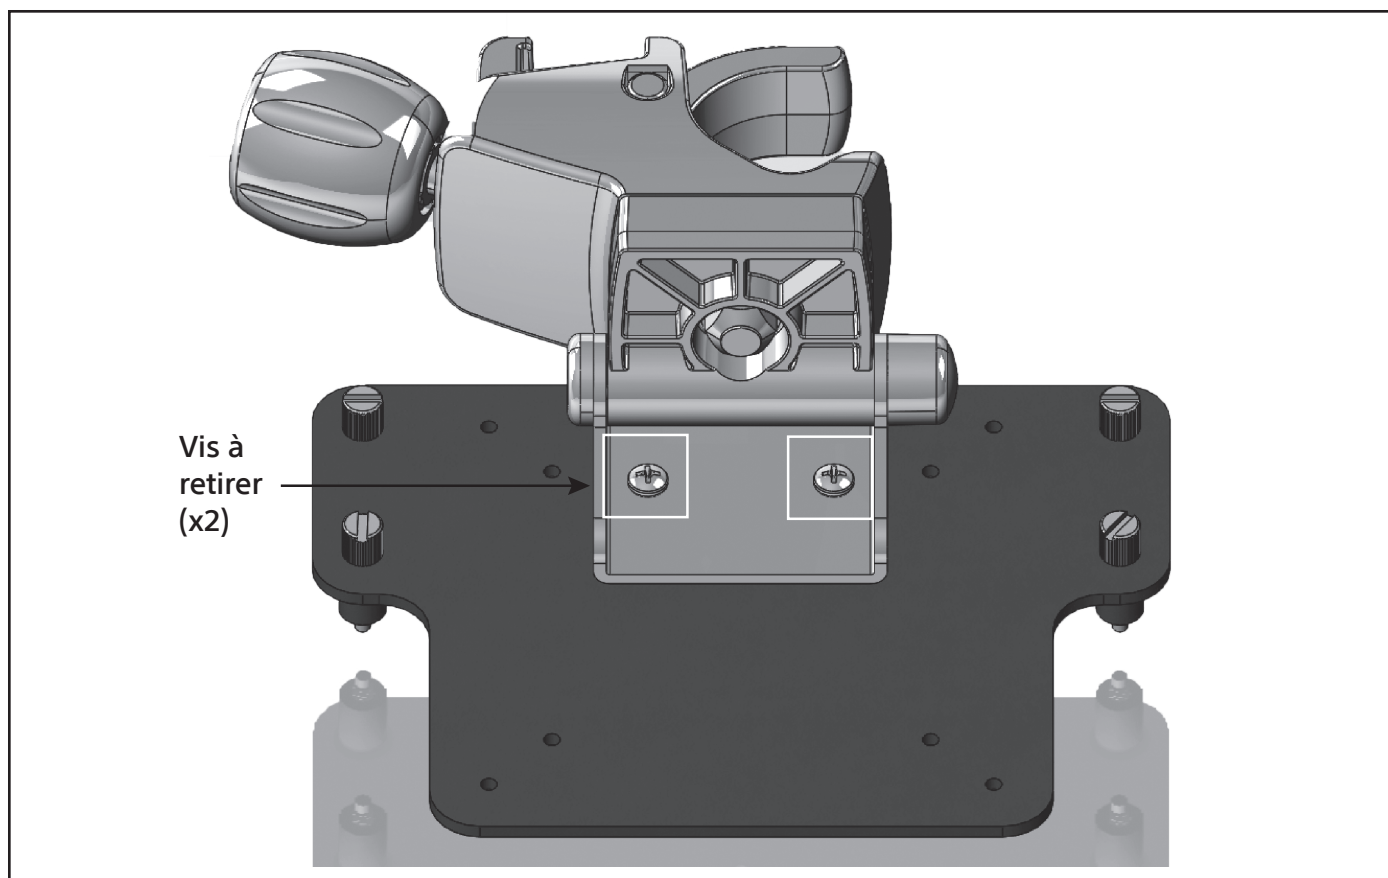

Figure 18. Retrait des vis
3. À l'aide d'un tournevis à tête Philips n°2, retirer les vis indiquées à la figure 18.